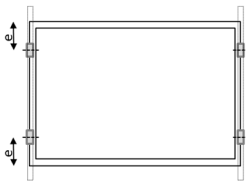

Bild A2: Klemmenposition an kurzer Rahmenseite
**Tabelle A2 Design Last mit Klemmen an kurzer Rahmenseite (Bild. A2)**
**Tabelle A2-1 Test Last mit Klemmen an kurzer Rahmenseite (Bild. A2)**